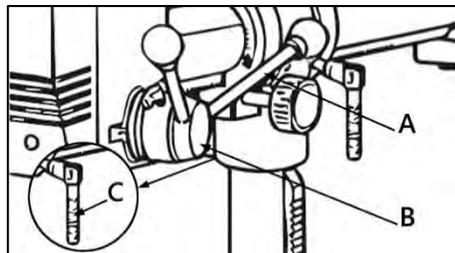
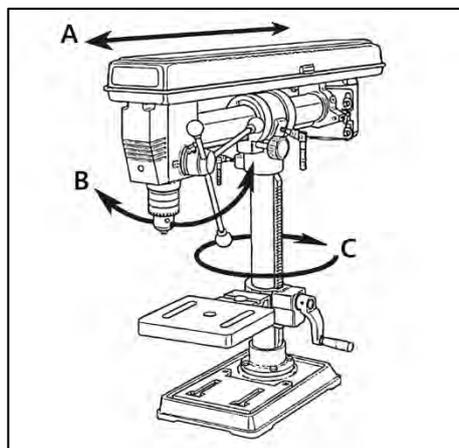
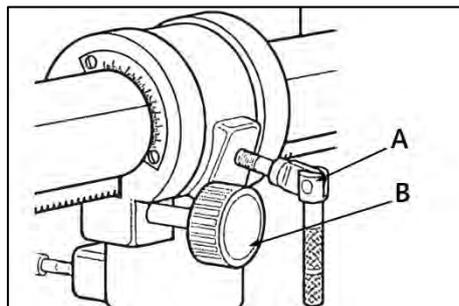
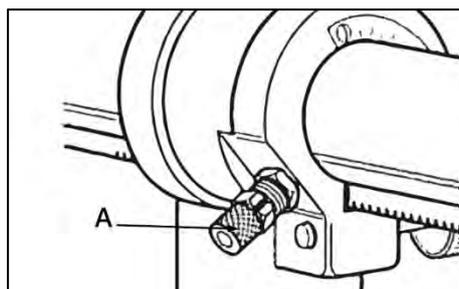

Рисунок 8.
Рисунок 16.
Рисунок 17.
Рисунок 18.
Аккуратно поднимите сверлильную головку (А) (рис. 8) и наденьте ее на колонну до упора. Выровняйте головку относительно стола и основания. Затяните рукоятку фиксации (С) на левой стороне кронштейна сверлильной головки.
Для горизонтального перемещения (A) сверлильной головки (рис. 16), ослабьте рукоятку фиксации A (рис. 17) и поворачивайте ручку (B) до достижения необходимого результата. Затяните фиксатор (A).
Для наклона (B) сверлильной головки (рис. 16), ослабьте фиксатор A (рис. 17). Затем оттяните пружинный штифт A (рис. 18) и поверните сверлильную головку под необходимым углом. Затяните рукоятку A (рис. 17).
Для поворота (C) сверлильной головки вокруг колонны (рис. 16), ослабьте рукоятку фиксации C (рис. 8), поверните головку. Затяните рукоятку.